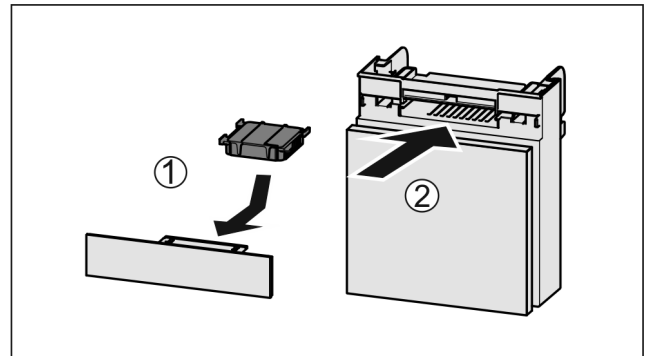

Fig. 90
- ▶ Introduzca el compartimiento Fig. 90 (2).